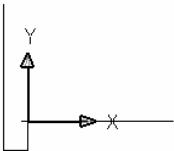

图 9-26
(2)单击绘图工具栏上的按钮，绘制一个矩形尺寸为 1500，500，并选择【视图】/【三维视图】命令下拉菜单中的“左视”选项，如图 9-26 所示：